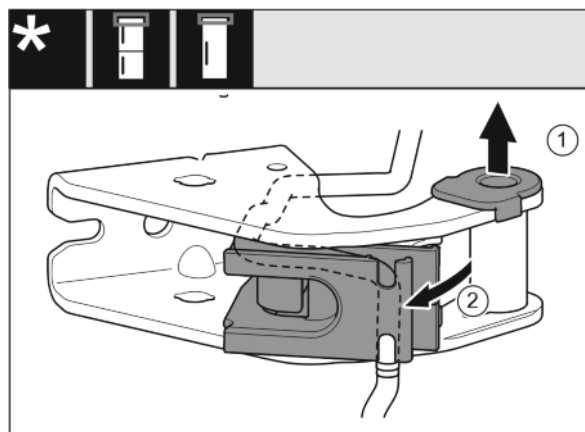

Fig. 21
- ▶ Extrageți cuzinetul din ghidaj. *Fig. 21 (1)*
- ▶ Rabatați în exterior suportul de cablu. *Fig. 21 (2)*